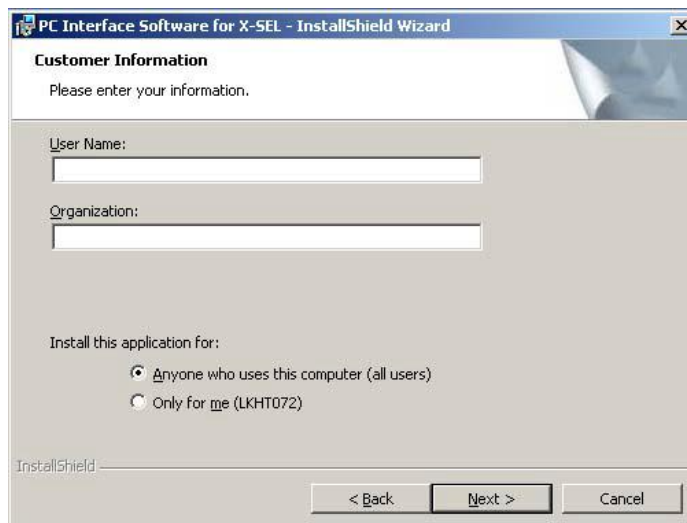

图 1.6 用户信息注册
⑤显示用户信息注册对话框（图 1.6）后，输入用户信息，点击“下一步”。